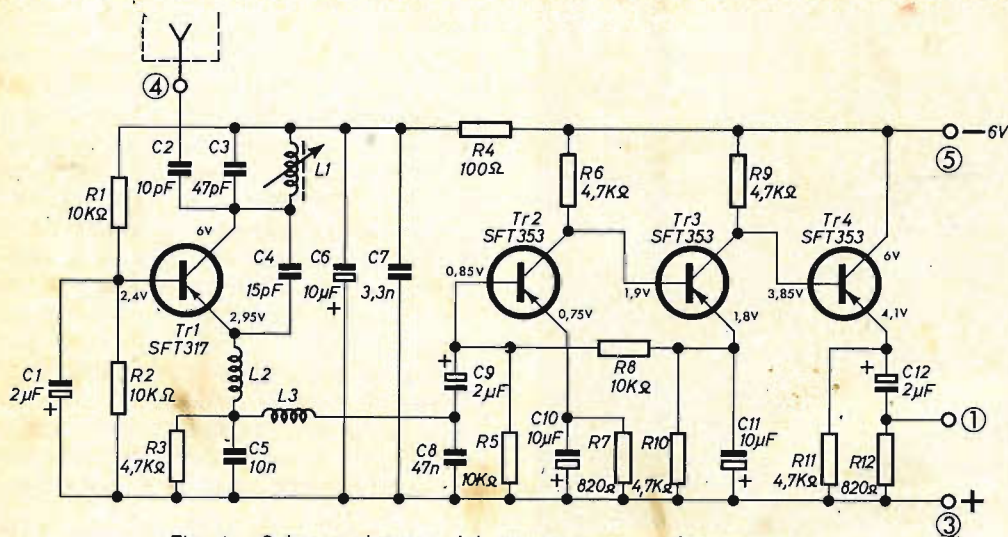

Fig. 1 - Schema elettrico del ricevitore per radiocomando.
Il circuito elettrico è illustrato in fig. 1. A prima vista, chi di elettronica non è digiuno, avrà riconosciuto che il ricevitore è di tipo convenzionale, noto ormai anche a chi pratica modellismo senza aver avvicinato neppure l'ABC dell'elettronica.
Per chi disponesse di un tester, può controllare le tensioni riportate sullo schema, mentre chi non disponesse di alcuno strumento, potrà effettuare un controllo più rudimentale ma pratico con una cuffia od un auricolare, collegandosi tra il punto (3) corrispondente alla massa e il punto (1) uscita BF. Questi punti di richiamo sono visibili dallo schema elettrico di fig. 1.